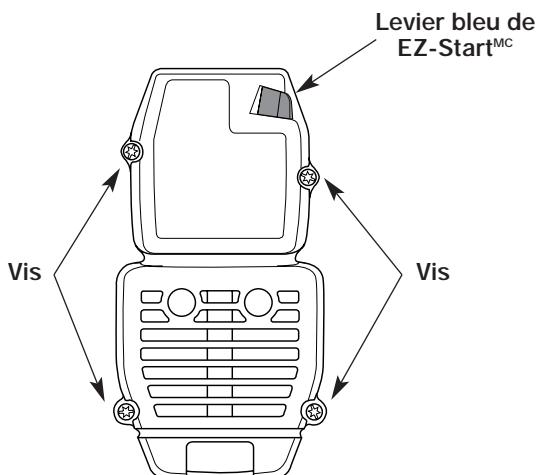

Fig. 36
- Retirez les quatre (4) vis retenant le filtre à air/couvercle du silencieux (Fig. 36). Servez-vous d'un tournevis à mèche no. 20 Torx.
- Insérez les quatre (4) vis dans les trous du filtre à air/couvercle du silencieux (Fig. 36) et vissez sans trop serrer.